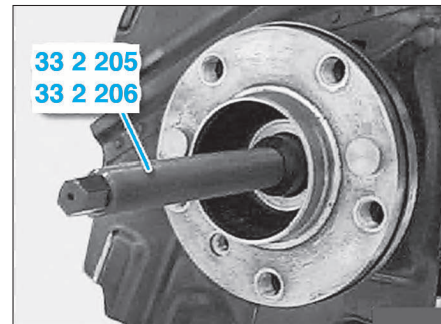

FIG. 12
- visser l'outil 33 2 205 / 33 2 206 sur le demi-arbre de roue (Fig.12).